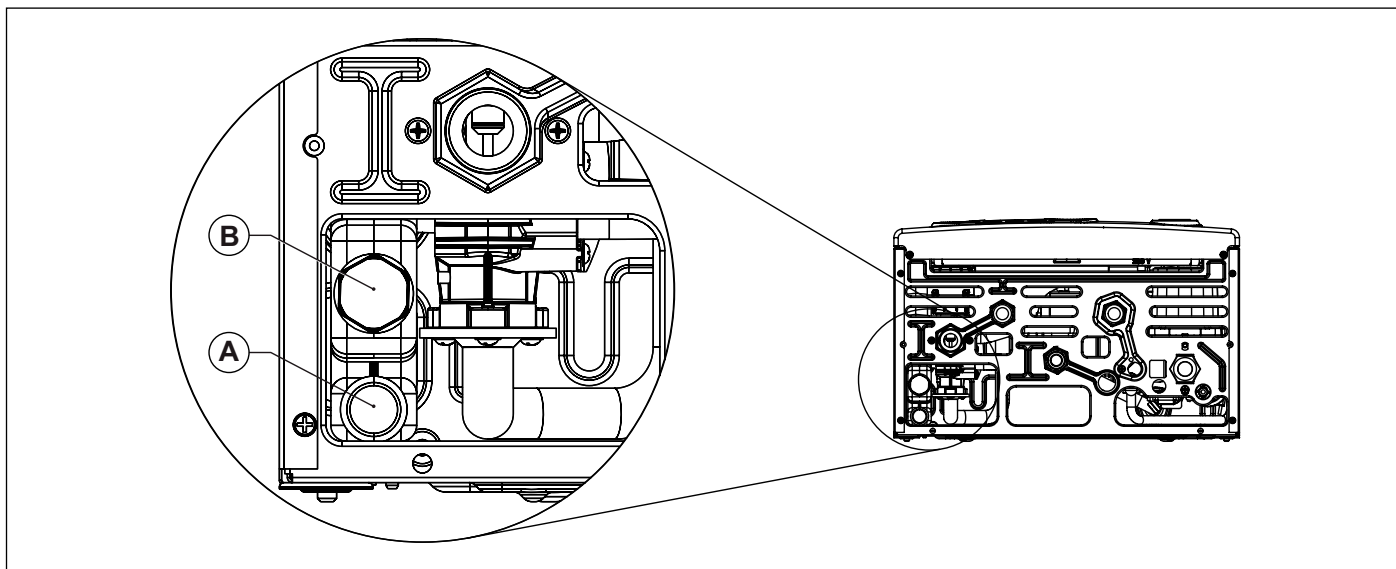

Рис. 20 Злив конденсату
Система відведення конденсату повинна бути приєднана до спеціального виходу (A) котла (див. Рис. 20 Злив конденсату).